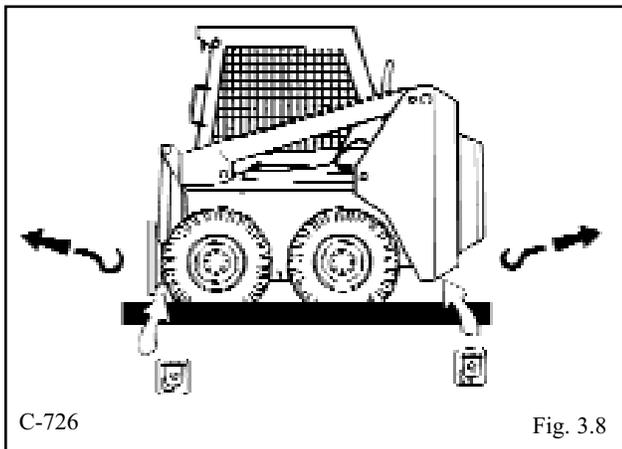

Fig. 3.8
3. Fissare una catena, un cavo o una cinghia di caratteristiche adeguate all'apposito punto di traino della pala (Fig. 3.8). Tale punto è stato progettato per potervi agganciare una catena, però si potranno impiegare anche un cavo o una cinghia a condizione che abbiano un gancio sufficientemente grande da evitare che si incastrino nella scanalatura per la catena.